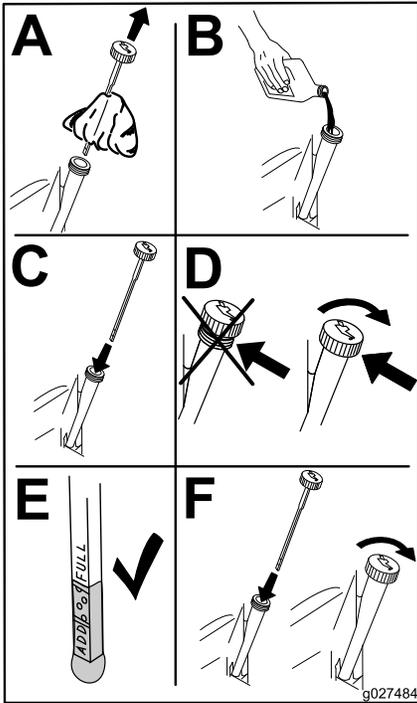

Figura 35
6. Vierta lentamente un 80% aproximadamente del aceite especificado por el tubo de llenado, luego añada lentamente el resto del aceite hasta que llegue a la marca de **Lleno** (Figura 35).